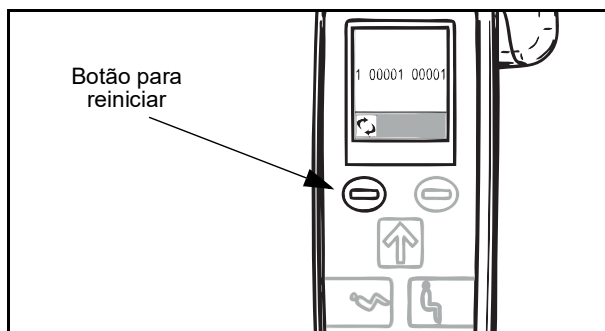

Fig. 3
3. O ecrã do contador de utilizações irá apresentar duas colunas de dígitos (consulte a Fig. 3). Os dígitos apresentados representam o tempo acumulado (em décimas de horas) do movimento motorizado do motor da coluna.